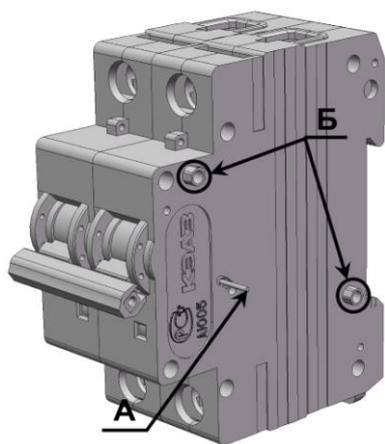
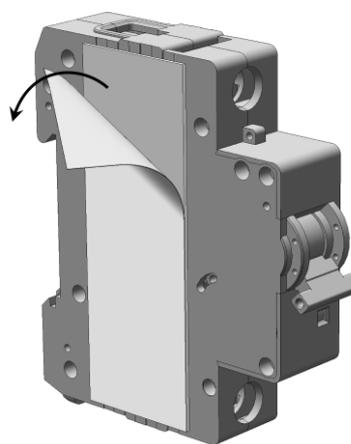

Рис.1
Рис.2
Конструктивно представляет собой электромагнит, который через штифт А рис.1 воздействует на механизм свободного расцепления автоматического выключателя. При подаче питающего напряжения на выводы С1 и С2 модуля РН он должен сработать и отключить автоматический выключатель. Монтируется справа от выключателя. Для предотвращения выхода из строя катушки независимого расцепителя она включена последовательно с размыкающим контактом.
1. Ручку выключателя и РН переведите в отключенное положение (рис.1, рис.2).
2. В отверстия правой боковины выключателя OptiDin BM63 установите до упора две втулки Б в указанных местах и через отверстие в правой боковине вставьте штифт А в отверстие рейки до упора (рис.1).
3. С левой боковины РН удалите защитную пленку со скотча двухстороннего (рис.2).